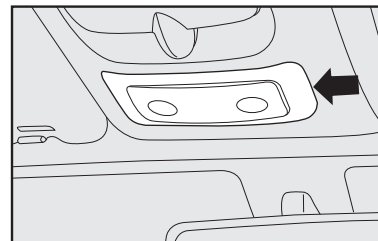

fig. 23
- Com uma chave de fenda no ponto indicado pela seta **fig. 23**, remover o conjunto da luz interna montada a pressão pelas travas;